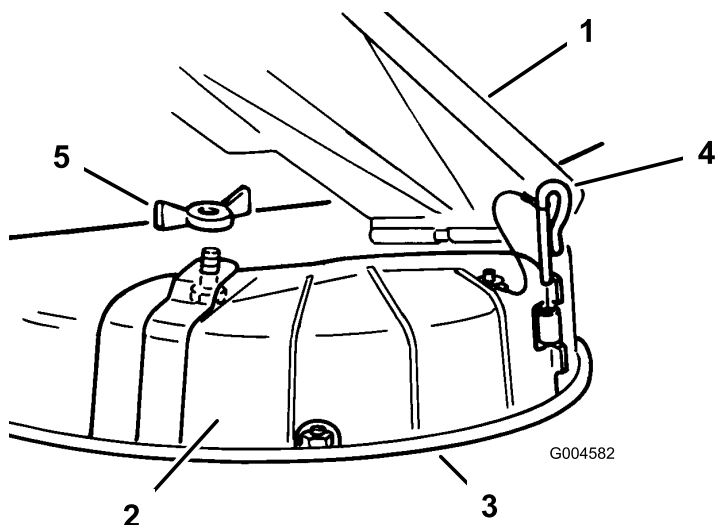

Figura 13
3. Togliete il dado ad alette e il bullone di posizionamento del coperchio (Figura 13).
4. Rimuovete il perno della cerniera che fissa il coperchio al piatto (Figura 13).
3. Sollevate il deflettore di sfalcio, posizionate il coperchio di scarico sull'apertura del bordo inferiore dell'apparato di taglio ed inseritelo sulla parte anteriore della cerniera (Figura 13).
4. Fate scorrere il perno di cerniera sulla cerniera (Figura 13).
5. Fissate il coperchio di scarico al tosaerba con il dado ad alette (Figura 13).